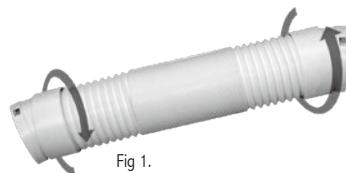

Fig. 1.
A. Manguera de Escape y Conector: Fig. 1.
1. Adjuntar la parte rosada de uno de los Conectores de Manguera (4) a uno de los extremos de la Manguera de Escape (5), girándolo hacia la derecha.